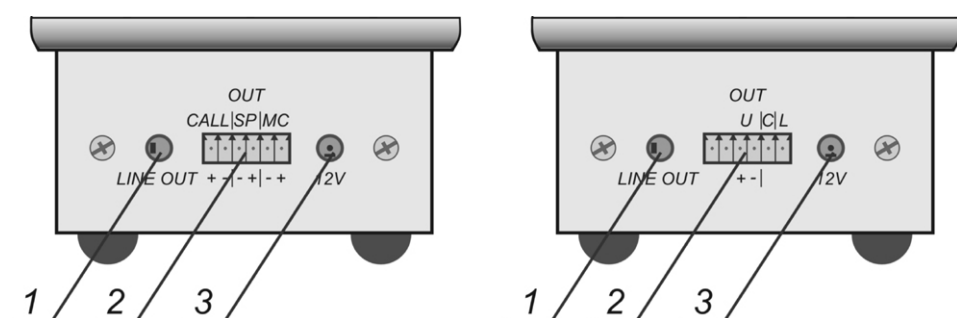

Рисунок 8
3.3 Размещение разъемов на задней панели пульта кассира ПК-15А, ПК-15В (слева), ПК-15Д (справа) приведено на рис. 8